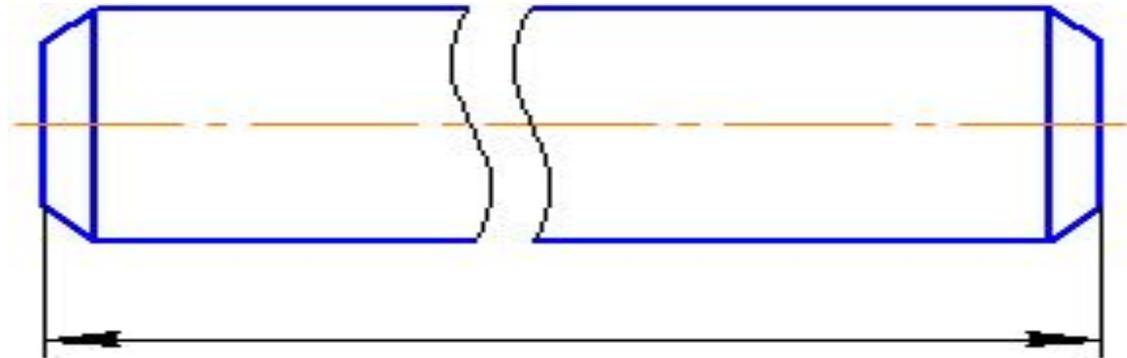

Рисунок 3.7
- При изображении изделия с разрывом размерную линию не прерывают (Рисунок 3.7).